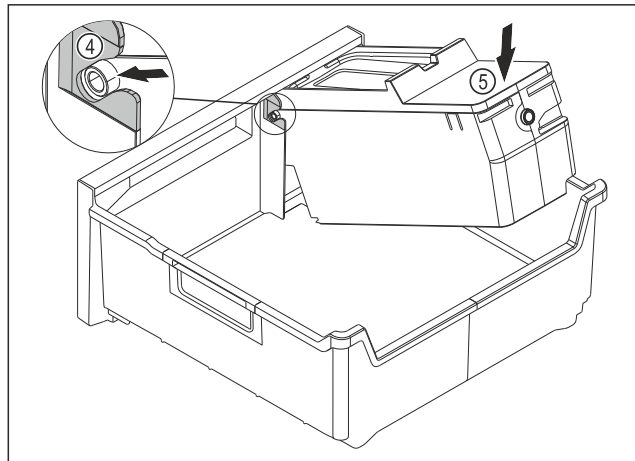

Fig. 135
- ▶ Монтаж на корпуса на EasyTwist-Ice: Вкарайте осите на корпуса на EasyTwist-Ice във водачите Fig. 135 (4).
- ▶ Натиснете надолу корпуса на EasyTwist-Ice Fig. 135 (5) отзад.